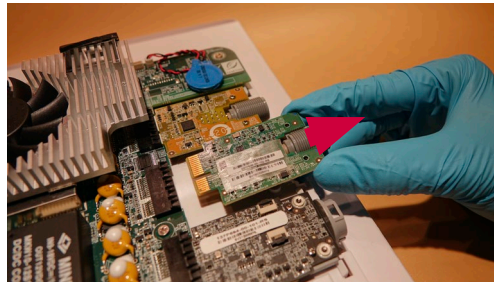

図22 VDIボードを取り外す
- b) メインボードコネクタからVDIボードを引き出します(図22)